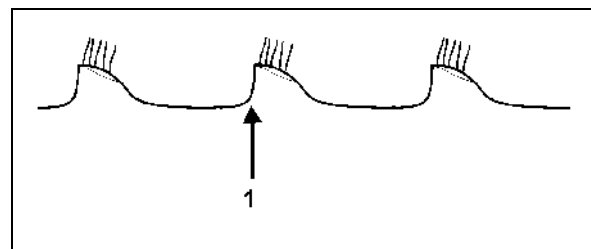

Рис. 22
- Обрезная кромка 2-го ряда дисков не видна и идет за 1-м рядом дисков (Рис. 22): сдвиньте 1-й ряд дисков влево.